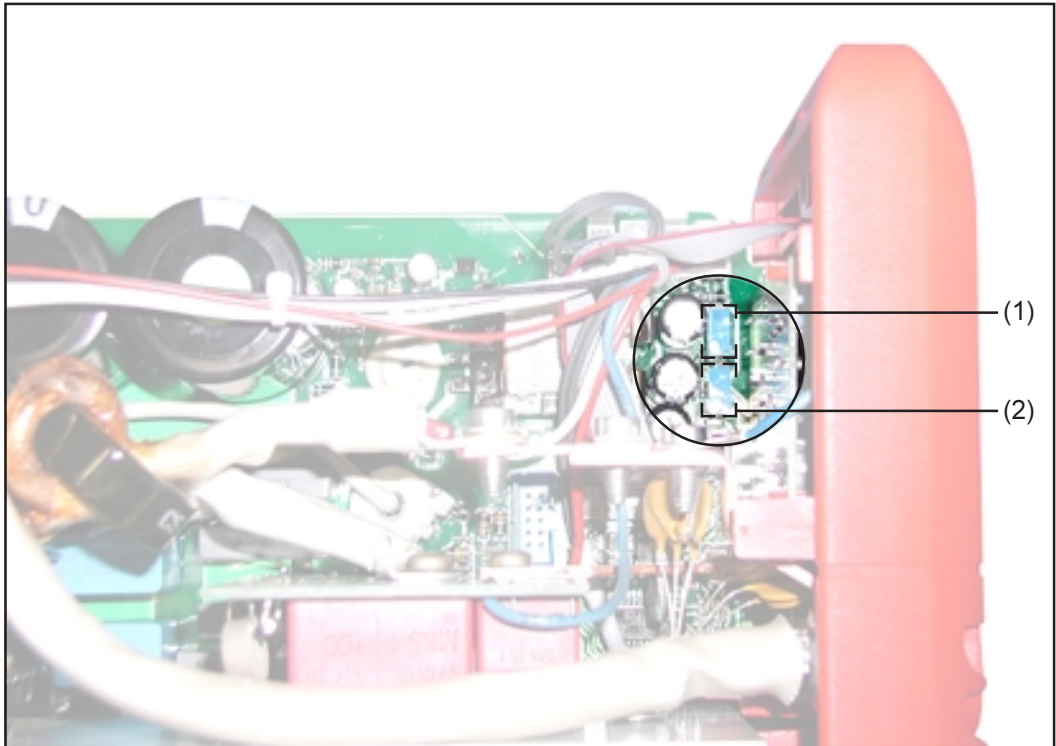

Abb.3 Potentiometer zur Einstellung des maximalen und minimalen Schweißstromes
- Potentiometer (1) - Abb.3 - am Print LCA15 einstellen, bis der exakte Wert für den maximalen Schweißstrom (140 A) erreicht wird
- Potentiometer (2) - Abb.3 - am Print LCA15 einstellen, bis der exakte Wert für den minimalen Schweißstrom (10 A) erreicht wird